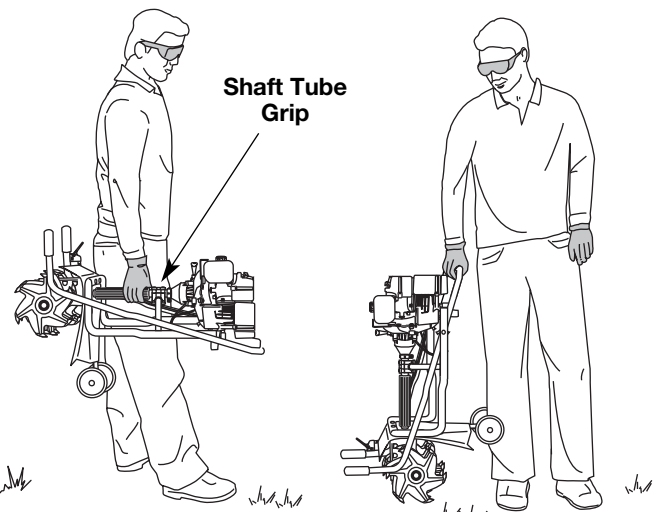

Fig. 20
4. Transporte la unidad ya sea por el mango del tubo del eje o tome el centro del manubrio para usarlo como manija de transporte (Fig. 20).